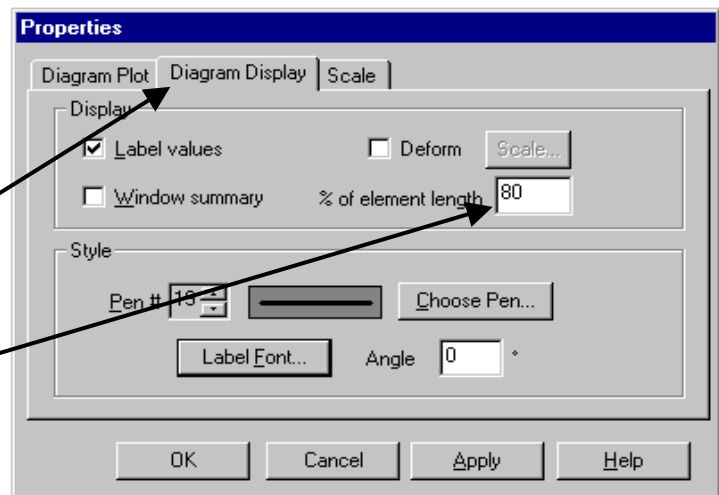

Fig. 61
- în aceeași casetă de dialog se selectează modul de afișare al rezultatelor (**Diagram Display**) (fig. 61): diagrame cu sau fără valori, culoarea, procentul din lungimea barei pe care este reprezentată diagrama